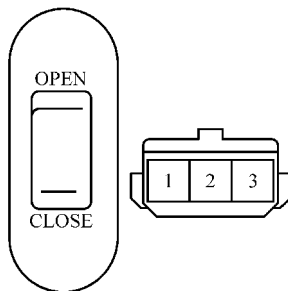

图 10-73 天窗控制开关
- 2) 如图 10-73 所示, 将天窗控制开关置于 OFF 位置, 用万用表 $R \times 1\Omega$ 档检查该开关 1、2、3 端子间的导通情况, 应不导通。